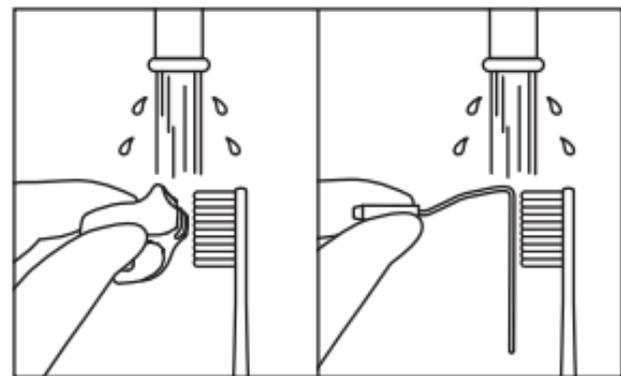

Fig. 18 65
- 3) Nettoyez les surfaces externes de l'embout de pulvérisation interne et du porte-embout à l'aide d'une brosse à dents à poils souples, chacun, pendant 15 secondes ou plus. (Fig. 18)